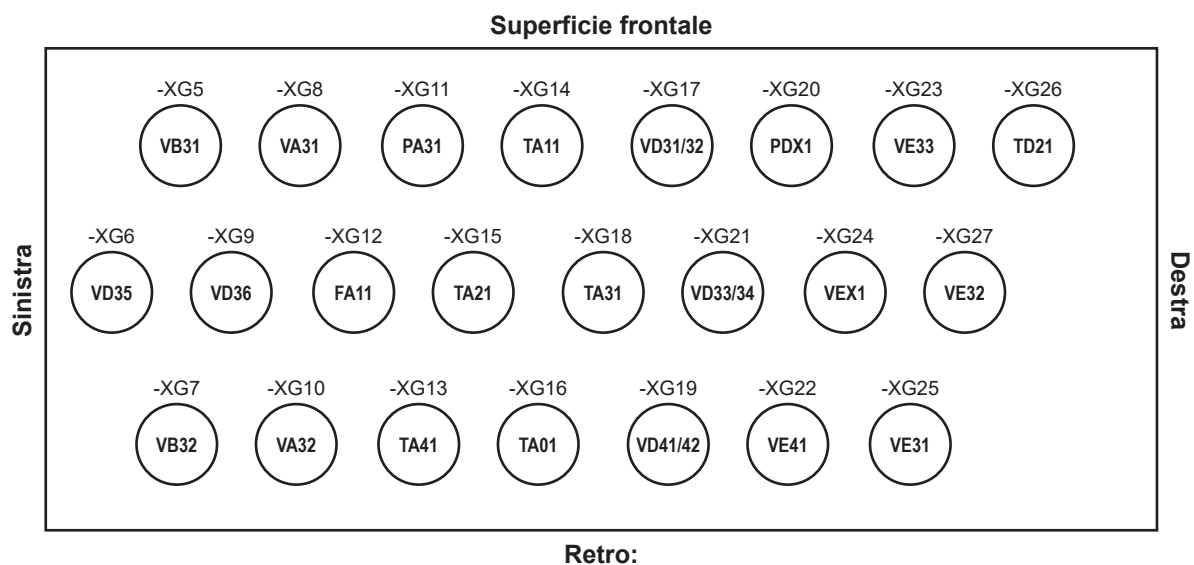

Fig. 5
- Se nella confezione è stato ordinato il sensore di temperatura del circuito di ritorno TA01, installarlo sulla linea dell'acqua di ritorno prima di aggiungere acqua di reintegro al circuito. Il cablaggio per il TA01 è riportato nella Fig. 5 a pagina 14.